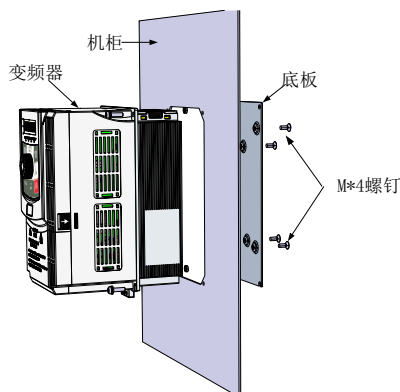

图3-3. RP53XH变频器塑胶结构穿墙式安装图
- 2) 将变频器置入已按尺寸开好安装孔的机柜，并用M6的螺钉和螺母固定；具体见图3-3 RP53XH变频器塑胶结构穿墙式安装图。